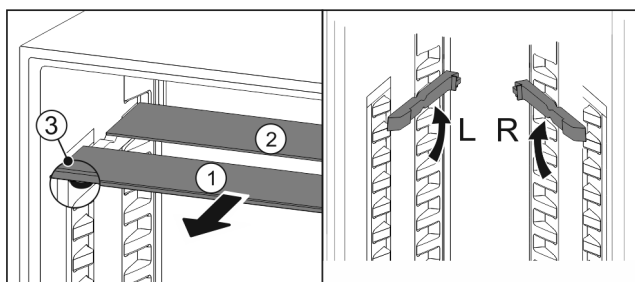

Fig. 140
- Skleněné desky jednotlivě vytáhněte dopředu Fig. 140 (1).
- Skleněná deska Fig. 140 (1) s ozdobnou lištou leží vpředu.
- Zárážky Fig. 140 (3) směřují dolů.